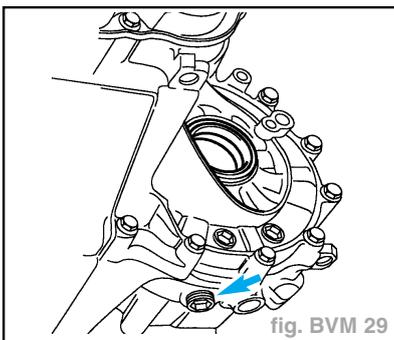

fig. BVM 29
- Vidanger l'huile de la boîte de vitesses en déposant la vis à cet effet (flèche) (fig. BVM 29).
- Vidanger l'huile de la boîte de vitesses en déposant la vis (flèche) (fig. BVM 29).